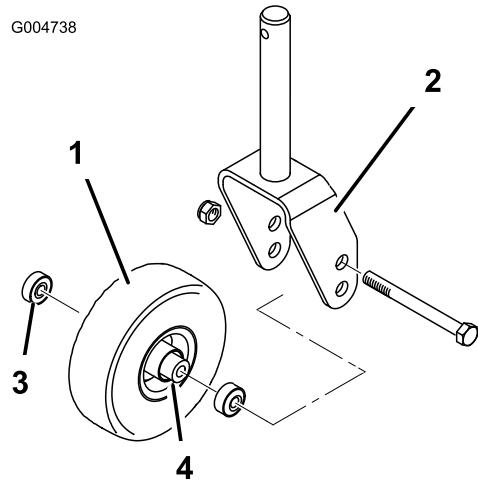
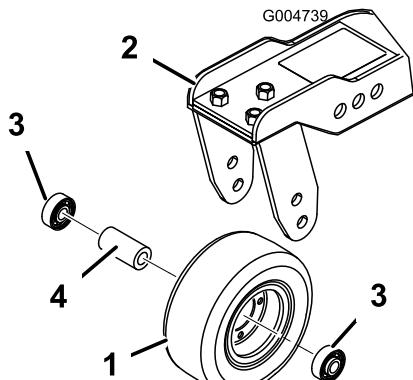

Figura 88
Figura 89
- Togliete il dado di bloccaggio dal bullone che fissa il gruppo ruota orientabile alla forcella(Figura 88) o al braccio di rotazione (Figura 89). Afferrate la ruota orientabile ed estraete la vite a testa cilindrica dalla forcella o dal braccio di rotazione.
- Togliete il cuscinetto dal mozzo della ruota e lasciate cadere il distanziale del cuscinetto (Figura 88 e Figura 89). Togliete il cuscinetto dalla parte opposta del mozzo della ruota.